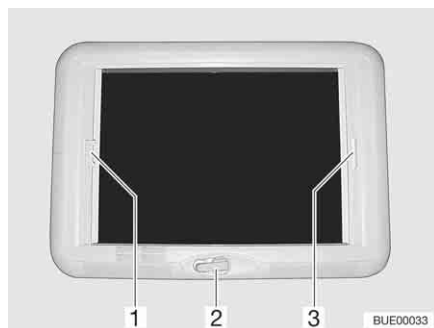

Bild 115 Vevmanövrerad taklucka
- Öppna:* ■ Vrid på handveven (Bild 115,2) tills ett motstånd känns.
- Stänga:* ■ Drag i plisségardinens handtag (Bild 115,3) och släpp i önskad position. Plisségardinen stannar i denna position.
- Stänga:* ■ Drag, med handtaget (Bild 115,1), insektsskyddet till plisségardinens handtag (Bild 115,3) på den motsatta sidan, där det hakas i.
- Öppna:* ■ Tryck insektsskyddet handtag (Bild 115,1) bakåt, uppåt och haka av insektsskyddet från plisségardinen (Bild 115,3).